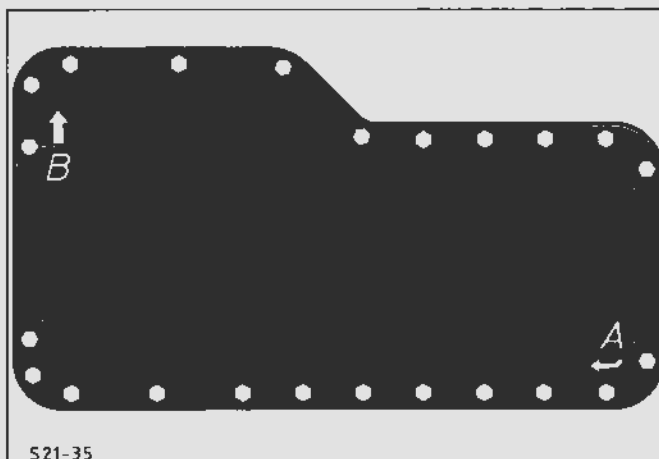

Fig.60. Bundkarboltens tilspændingsrækkefølge
47. Sæt bundkarret på plads og spænd boltene i tre trin med det specificerede moment (se Tekniske Data), som følger, Fig.60: